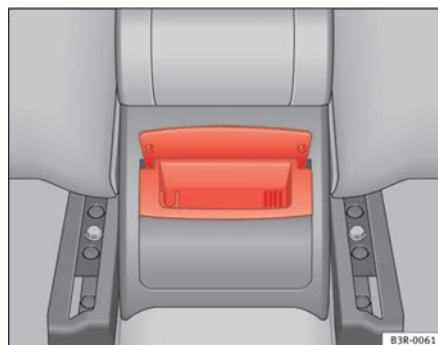

Fig. 126 Cenicero trasero
- Tome la carcasa por la tapa abierta ⇒ fig. 126 y extráigala hacia arriba.